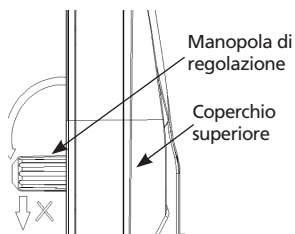
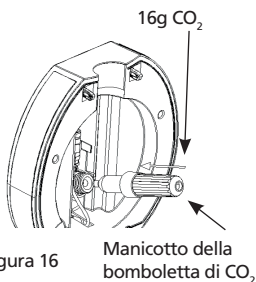

Figura 15
Figura 16
5. Sollevare il coperchio, l'angolo massimo non deve superare i 90 gradi (Figura 15), e quindi svitare il manicotto cilindrico, inserire una bomboletta di CO₂ da 16 g nel manicotto cilindrico (Figura 16), e quindi serrare con attenzione e rapidamente il manicotto cilindrico (in senso orario per serrare, in senso antiorario per allentare) (Figura 17), fino a quando non si sente un clic, che indica che il sigillo della bomboletta è stato forato, il gas CO₂ può fluire liberamente, e quindi ruotare il manicotto cilindrico verso l'alto e farlo scattare nello slot posto sul coperchio superiore. Sostituire la bomboletta con la procedura inversa (assicurarsi che il gas sia esaurito quando si sostituisce la bomboletta).